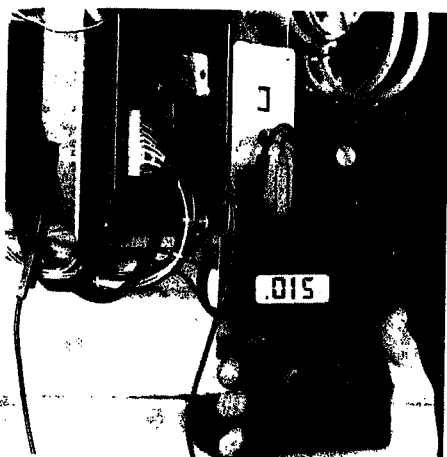

fig. 17
7. Måling af ioniseringsstrøm foretages mellem stiftene på Logica'en og stel. Ved tændbrænderen alene, skal der være minimum $10 \mu\text{A}$ (DC). Når hovedbrænderen er i drift, er minimum $20 \mu\text{A}$ (DC) (Fig. 17).